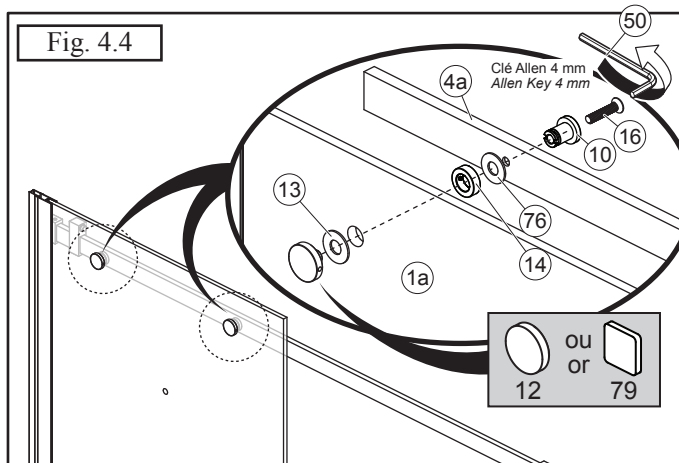

Fig. 4.4
Aligner les trous du rail avec ceux du panneau fixe et fixer cette dernière à l'intérieur de la douche avec les deux supports de rail à l'aide de la clé hexagonale fournie. Ne pas visser complètement pour aider les futurs ajustements (fig. 4.4).
*Align the rail-holes with the holes in the fixed panel. Then secure them with the two rail-supports, from the inside of the shower enclosure, with the Allen key provided. Do not tighten them completely to help in future steps (fig. 4.4).*